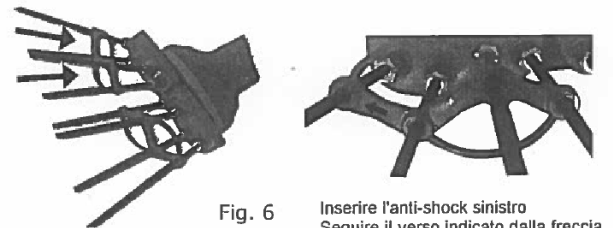

Fig. 6
5. Ripetere l'operazione (1-4) inserire l'anti-shock sinistro e le altre 4 astine (Fig. 6)